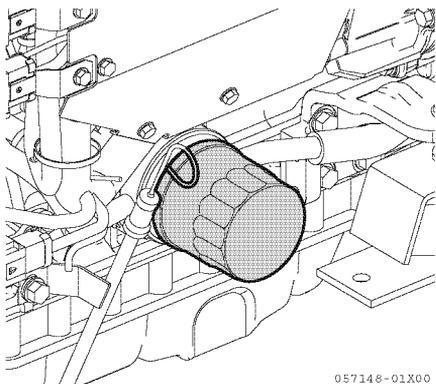

Figure 2
3. Rimuovere il filtro dell'olio motore (**Figure 2**) con una chiave per filtro (ruotare in senso antiorario).